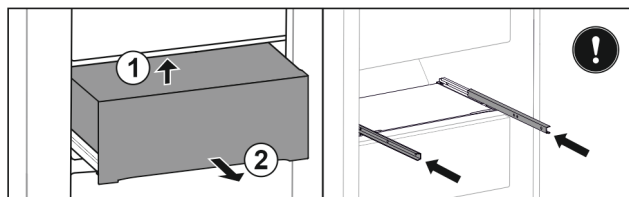

Fig. 46
- ▶ Løft skuffen bagtil nedefra. Fig. 46 (1)
- ▶ Tag skuffen ud fremefter. Fig. 46 (2)